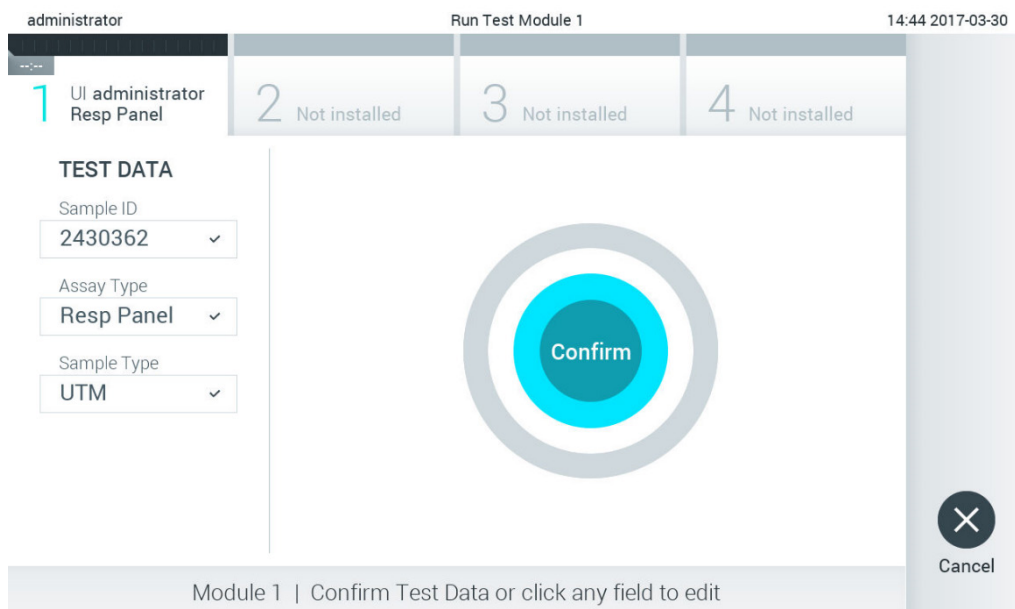

Bild 26. Skärmen Confirm (Bekräfta).
5. Skärmen Confirm (Bekräfta) visas. Granska inmatade data och utför alla nödvändiga ändringar genom trycka på motsvarande fält på pekskärmen och redigera informationen (bild 26).